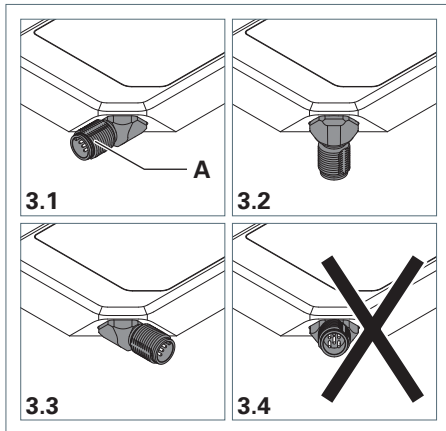

Fig. 3: APA – Stellen des Steckers.
- ▶ Drehen Sie den Stecker **A** in die vorgesehene Stellung, siehe Fig. 3. Die Stellung 3.4 ist nicht zulässig, da ohne Funktion.